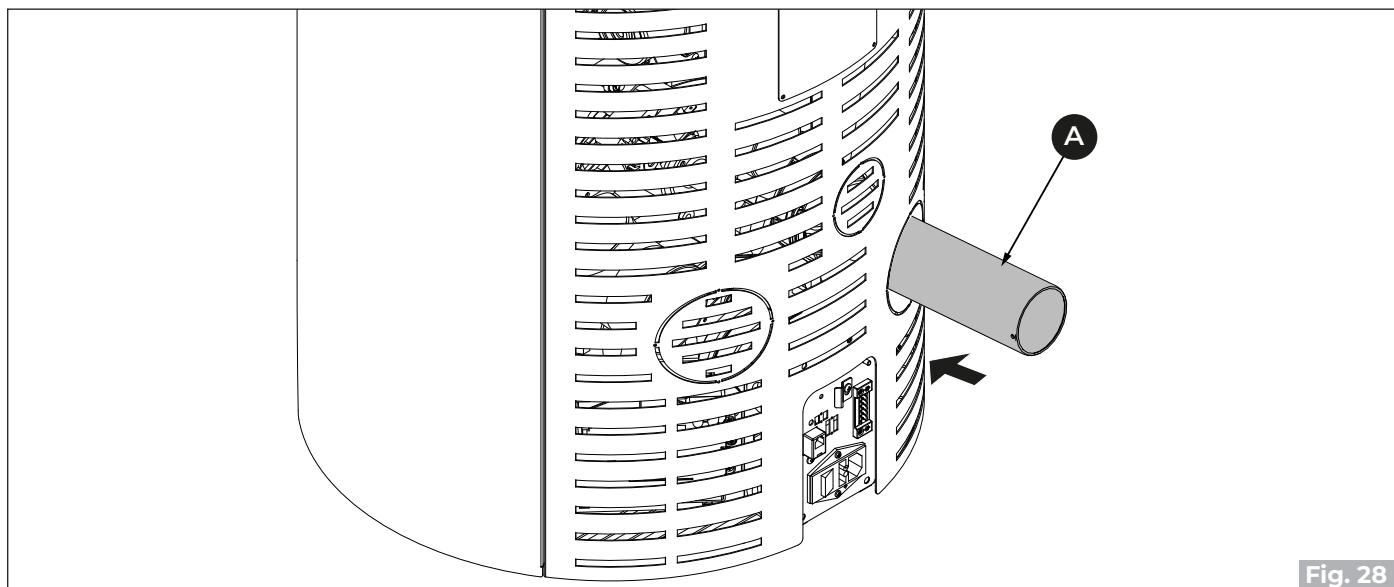

Fig. 28
- Priključite cev za odvod dimnih plinov **(A)** ("Fig. 28").